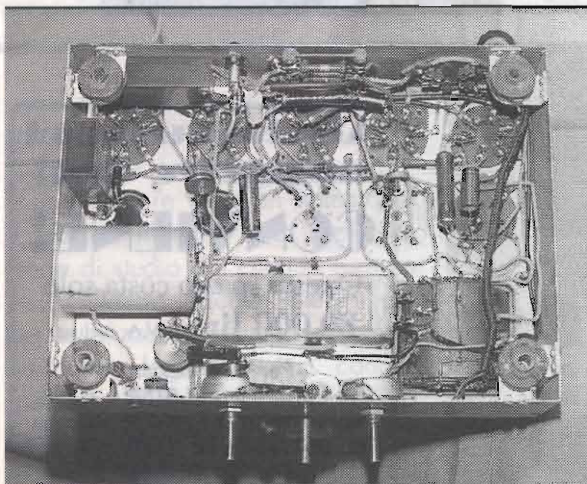
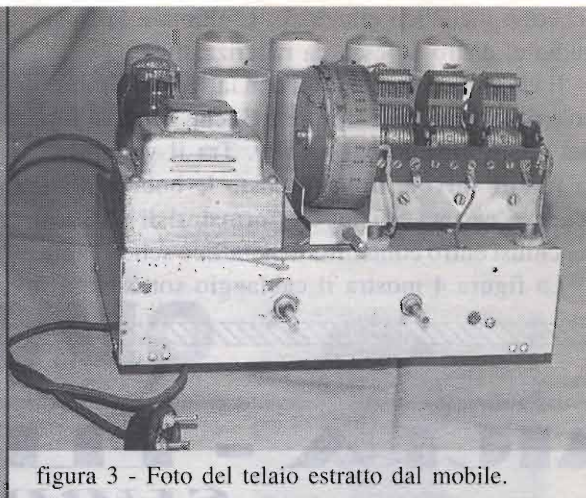

figura 4 - Vista sotto il telaio.
figura 3 - Foto del telaio estratto dal mobile.
Il variabile a tre sezioni, con la scala a tamburo coassiale, è visibile in figura 3, che ritrae la foto del telaio estratto dal mobile. Tra il variabile e la fila di valvole trovano posto le bobine d'antenna, d'entrata ed i due trasformatori di MF, tutti racchiusi entro contenitore metallico schermante.
La figura 4 mostra il cablaggio sottostante il
figura 4 - Estratto dal data sheet del 74LS194: in alto lo schema a porte logiche in cui si notano i selettori S0 ed S1, gli ingressi di parallel load D0...D3, le uscite Q0...Q3. In basso la tabella di verità che consente di impostare i vari modi di funzionamento.
Come è mio costume, anche questa volta ho cercato di ridurre tutto all'essenziale, tenendo ben fermo l'obiettivo di raggiungere la massima velocità di commutazione possibile: solo in questo modo si possono visualizzare segnali logici ad alta velocità. In figura 3 ho riportato l'intero schema elettrico del dispositivo. Il commutatore di cui ho parlato prima è costituito dall'integrato 74LS194. È uno shift register pilotato da un oscillatore esterno: nel prototipo ho usato un oscillatore a 10 MHz, ottenendo una gradinata con frequenza 2.5MHz. Ogni canale viene quindi "campionato" ad intervalli di 400nsec. Alle quattro uscite parallele Q0...Q3 del 74LS194 saranno prelevabili quattro impulsi che si susseguono ordinatamente e che piloteranno un circuito combinatorio costituito dagli integrati 74LS38 e 74LS04. Questi ultimi saranno addetti a combinare i canali in ingresso con la logica di commutazione (fanno il lavoro dei commutatori Sa...Sd dello schema di principio). Andiamo nei dettagli. Il 74LS194 è uno shift register universale di tipo bidirezionale a 4 bit (la figura 4 ne riporta i dati essenziali). Ciò significa (date un'occhiata a quanto da me descritto a proposito dei registri a scorrimento nel numero 180 - febbraio '99 di EF) che questo componente può essere utilizzato sia come registro seriale che parallelo che misto. Nella presente applicazione, in particolare, l'integrato dovrà produrre su ciascuna linea di uscita Q0, Q1, Q2, Q3 un impulso che si ripete ciclicamente:
Ciò si ottiene precaricando la parola 1000 agli ingressi D0...D3 (figura 4) dello shift register e facendola shiftare tramite clock esterno applicato al pin 11. Per realizzare quanto detto evitando di dover aggiungere altri componenti (e quindi complicando il circuito) ho fatto la seguente considerazione: la parola binaria iniziale 1000 viene precaricata (e quindi presentata alle uscite) ponendo i selettori S0 ed S1 (guardate sempre lo schema di figura 4) a livello alto (H). Dopo questa operazione iniziale deve avvenire il normale